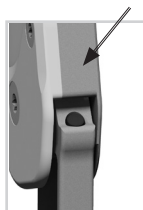

図24
- 1 システム関節を逆さまにし、伸展ストッパーダンパーを穴に入れます（図24）。